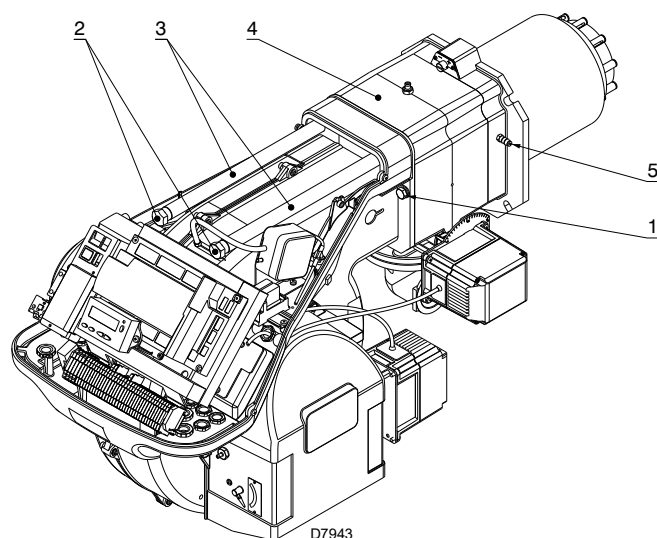

Fig. 21
- inserir o cabo da sonda e o cabo do eletrodo e, de seguida, fazer o queimador deslizar até ao mangote, queimador na posição ilustrada pela Fig. 21;